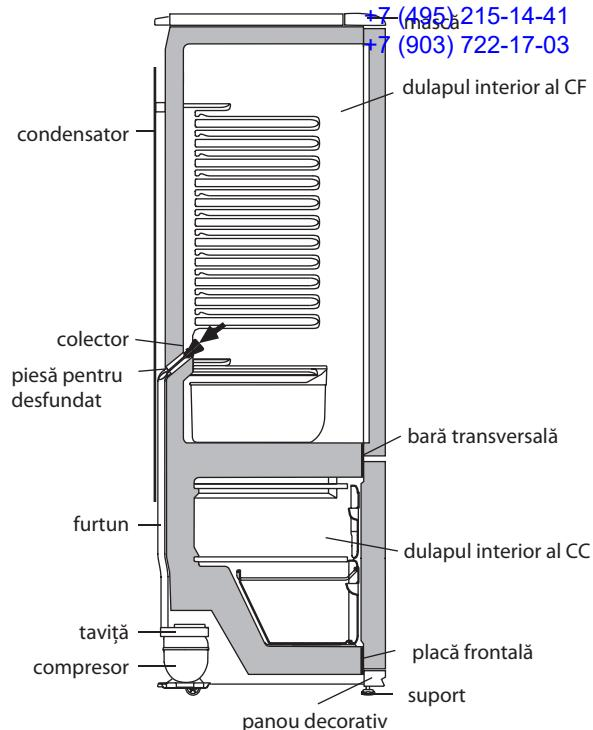

Figura 4 — Schema scurgerii apei rezultate în urma topirii din CF
2.2.1 În CF se folosește un sistem automat de dezghețare. Bruma, care apare pe peretele din spate al CF, după deconectarea compresorului care lucrează în ciclu, se topește și se transformă în picături de apă. Picăturile de apă rezultată în urma topirii se scurg în colector, apoi prin gaura acestuia și prin furtun - în taviță de pe compresor, în conformitate cu figura 4 și se evaporă. Gaura colectorului este dotată cu o piesă pentru prevenirea înfundării sistemului de drenaj.
Prezența apei în colector indică înfundarea sistemului de drenaj. Pentru eliminarea înfundării folosiți piesa corespunzătoare și curătați gaura colectorului, astfel ca apa să se scurgă liber în taviță, apoi spalați piesa și instalați-o în conformitate cu figura 4.
SE INTERZICE să utilizați frigidierul cu sistemul de scurgere înfundat. Apa care a apărut pe fundul CF sau care a ajuns în locul de alăturare a barei transversale și a dulapului interior al CF, în conformitate cu figura 4, poate provoca coroziunea dulapului exterior al frigidierului și elementelor agregatului frigorific, defectarea izolației termice, formarea crăpăturilor dulapului interior și defectiunea frigidierului.
SE INTERZICE să decongeleți congelatorul fără utilizarea elementului pentru drenare. Apa rezultată în urma topirii care se scurge din cameră afară de elementul pentru drenare, pătrunzând în locul de alăturare a plăcii frontale la dulapul interior în conformitate cu figura 4, poate provoca coroziunea dulapului exterior al congelatorului și a elementelor agregatului frigorific, defectarea izolației termice, formarea crăpăturilor dulapului interior și defectarea dulapului frigiderului.